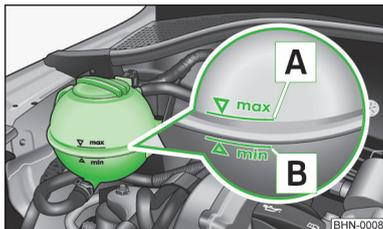

Fig. 137
Para rellenar, utilizar solamente aquel líquido refrigerante cuya designación se encuentre en el depósito de compensación del líquido refrigerante » fig. 137 de la página 175.
- No rellenar el depósito de líquido refrigerante por encima de la marca A » fig. 137 de la página 175.
- Comprobar el nivel de líquido refrigerante en el depósito de compensación del mismo » fig. 137.